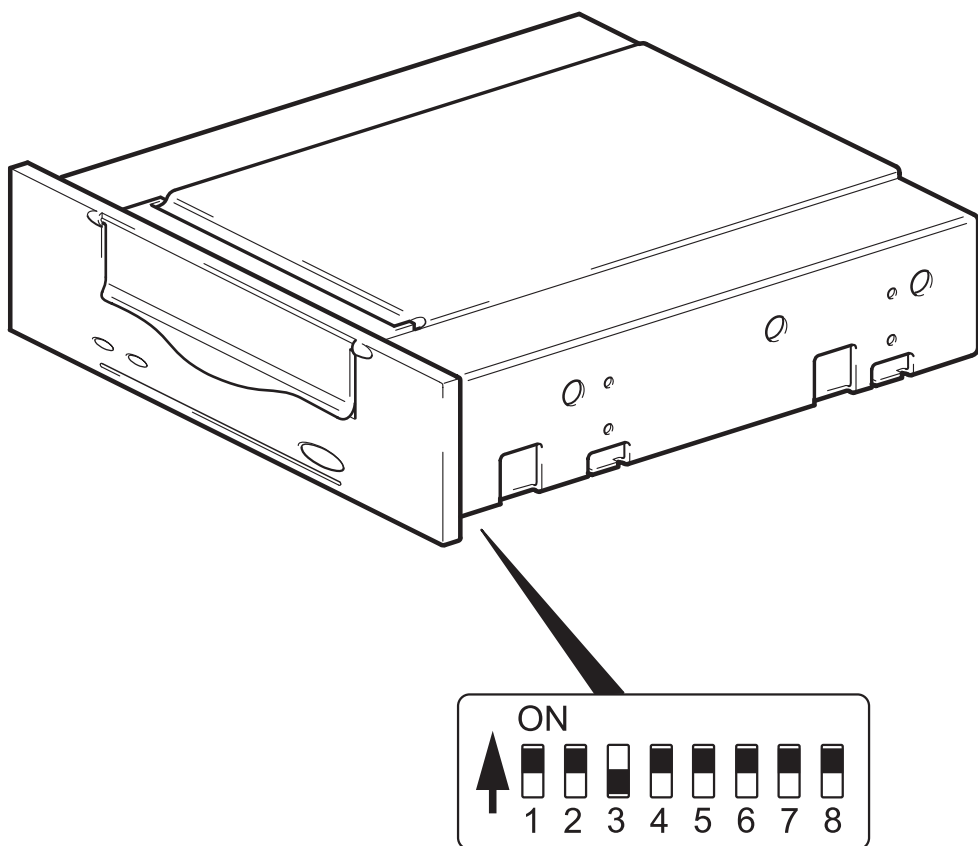

Figura 4: ajuste de los conmutadores de configuración de UNIX
- 2 Si la configuración de UNIX lo requiere, cambie los conmutadores de configuración situados en la parte inferior de la unidad de cinta de su valor predeterminado mostrado en la figura 4.